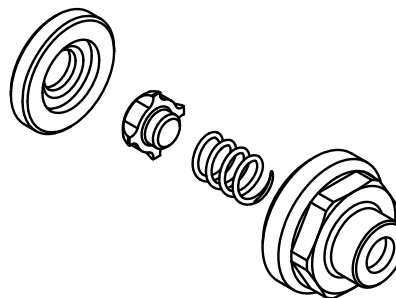

Рис. 18
9. Используйте острый стержень для очистки передней крышки пневмоцилиндра (808) от затвердевшего материала.
10. Установите новый элемент смешения в диффузор (803).
11. Установите новое седло обратного клапана (816) в диффузор. Дополнительные сведения об ориентации седла см. на Рис. 18.